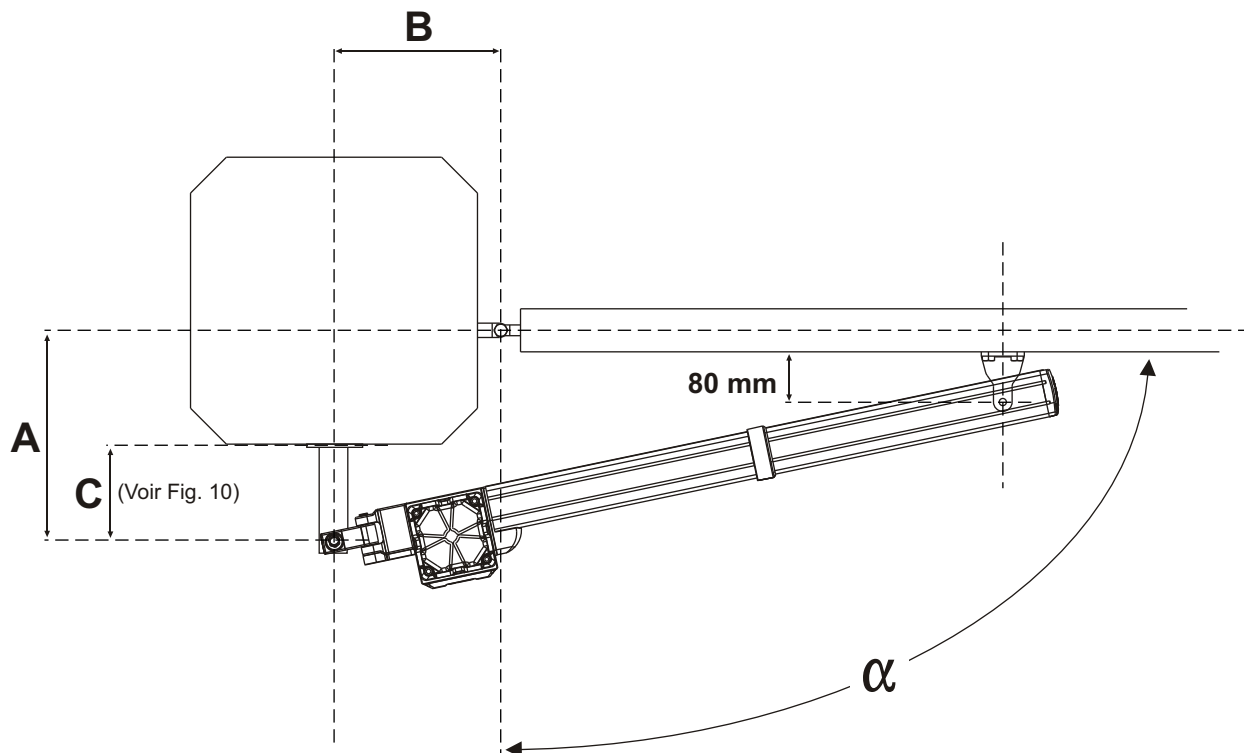

Fig. 8
2.2. Souder la bride postérieure au pilier (Fig. 7) en respectant la cote reportée dans Fig. 8 et 9.